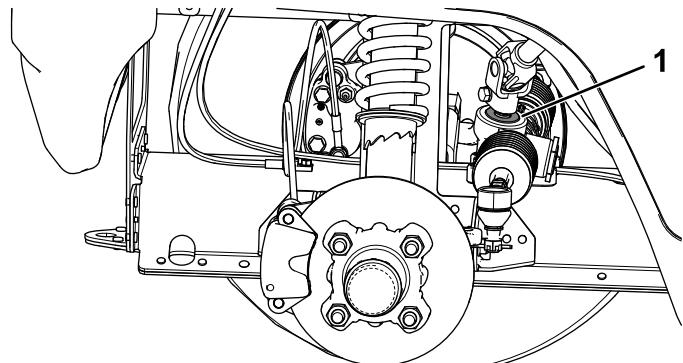

Figura 54
- **Importante:** Inspeccione la condición y la integridad de la junta entre el eje y el piñón (Figura 54).